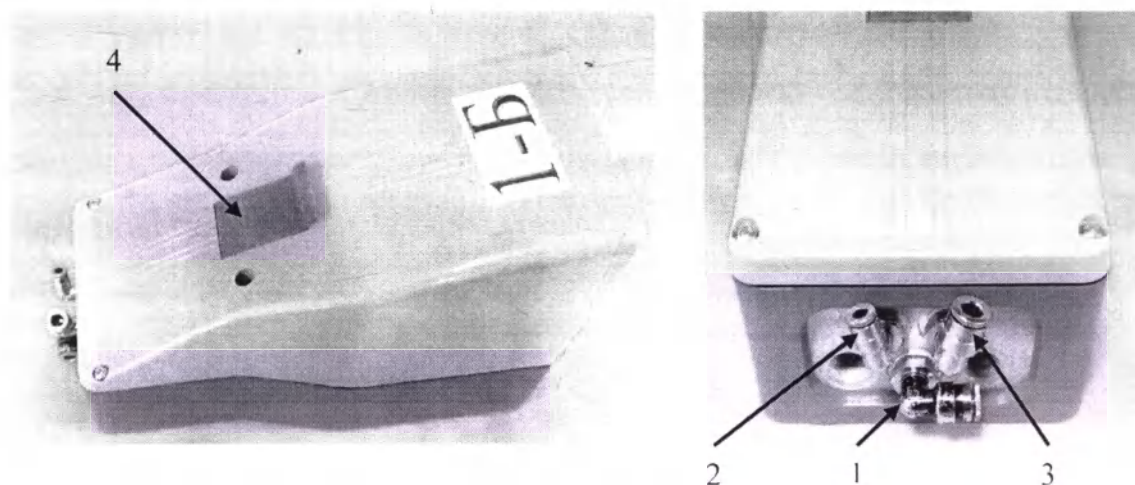

Рисунок 2 – Пневматический распределитель
- вход с фитингом под пневматическую трубку Ø6 мм – 1 (рис.2);
- выход с фитингом под пневматическую трубку Ø4 мм, на который изначально подается давление – 2 (рис.2);
- выход с фитингом под пневматическую трубку Ø6 мм, на который подается давление при переключении распределителя – 3 (рис.2);
рекомендуется использовать моностабильные пневматические распределители. Пневматическая педаль Camozzi 5/2 может быть использована в обоих вариантах. Для переключения между моностабильным и бистабильным состояниями необходимо повернуть переключатель под крышкой 4 (рис. 2).